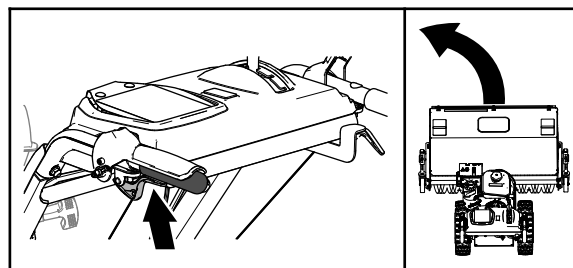

Figura 16
- Para girar a la izquierda, apriete la palanca de tracción y apriete la palanca del embrague de la rueda izquierda (Figura 16).